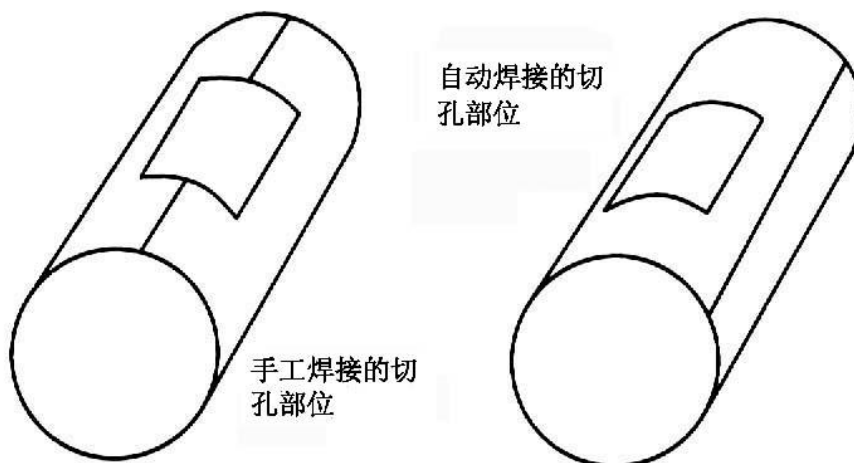

图 30 焊缝位置的选择对焊接的影响示意
(1) 检查焊缝位置是否处于焊接制造过程的最佳位置，图 30 所示改变焊缝的位置可以减少焊接材料的浪费，更适合于自动化焊接技术的使用。